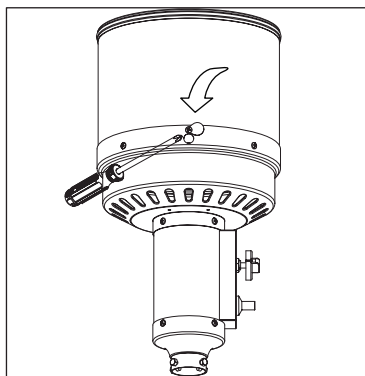

Figura 1
3. Abra el pozo de engrase deslizando la cubierta hacia ambos lados (Figura 1).